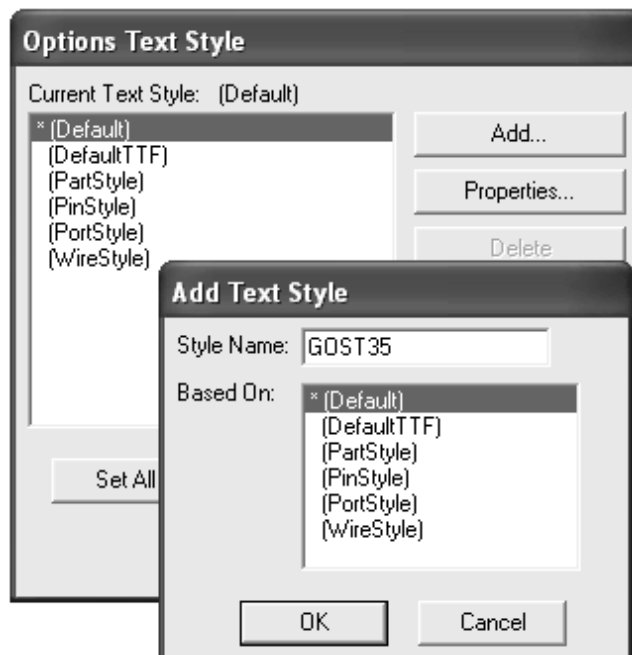
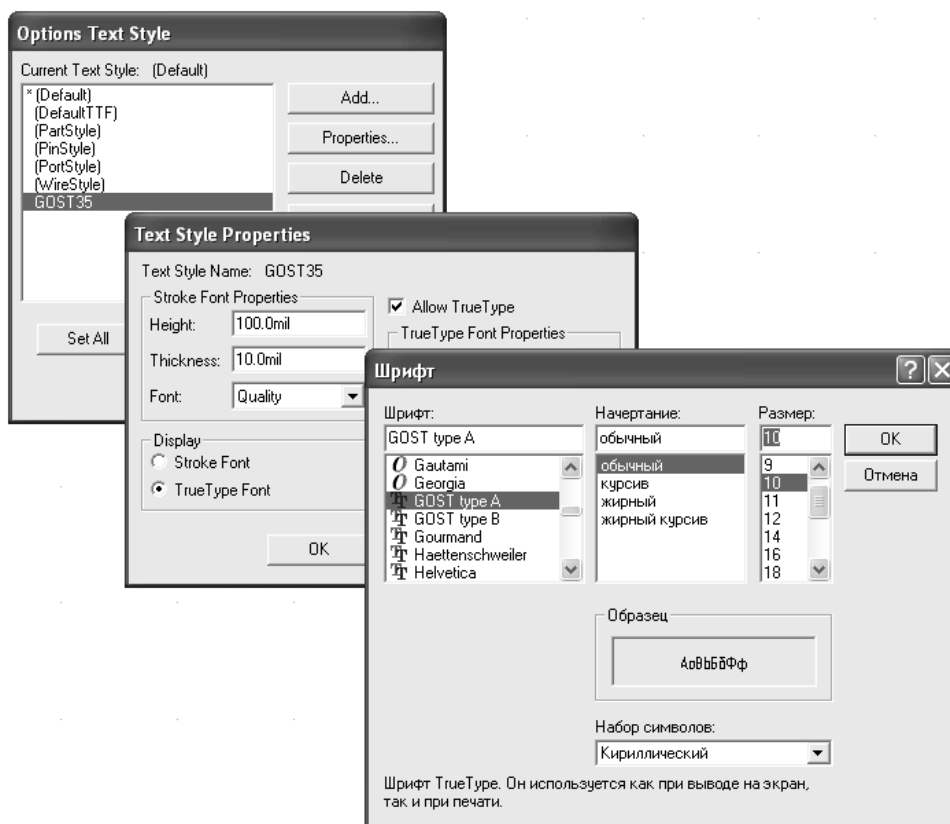
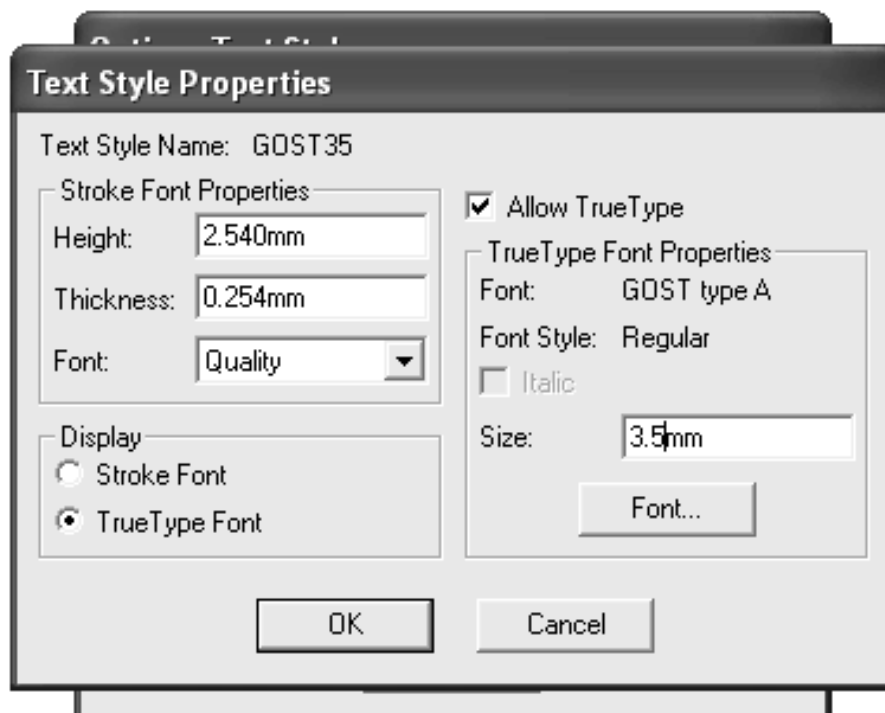

Рис. 3.5. Ввод имя нового стиля
Рис. 3.6. Выбор шрифта и его типа
Рис. 3.7. Выбор размера шрифта
**P-CAD 2001** “понимает” **TTF**-шрифты, поэтому можно выбрать ГОСТовские. Это делается по команде **Text Style...** (Текстовый стиль). В открывшемся диалоговом окне **Options Text Style** нажмите на кнопку **Add** (Добавить) и далее в окне **Add Text Style** в строке **Name Style** (Имя стиля) ввести имя стиля, например, **GOST** (рис. 3.5). После этого нажмите на кнопку **Font** для выбора ГОСТовского шрифта. Выберите из интегрированных в **Windows** шрифтов от **Компас-График**, **WinMachine**, **Adem** либо от **T-Flex CAD**. Укажите тип шрифта «Курсив» (он будет основным) (рис. 3.6) и его размер (по ЕСКД) 3.5 мм (рис. 3.7).